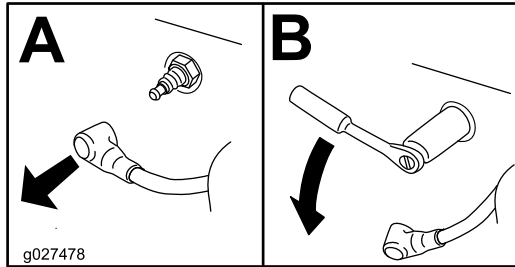

Bild 47
4. Nehmen Sie die Zündkerze heraus (Bild 47).